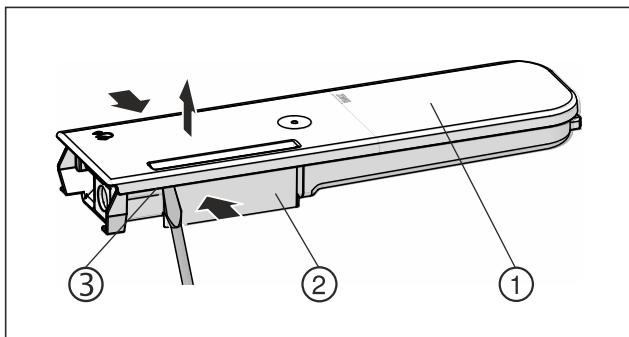

Fig. 165
- Притисніть бак для води Fig. 165 (2), обережно підчепіть і потягніть угору кришку Fig. 165 (1) за допомогою фіксувальних язичків Fig. 165 (3).
- Обережно порухайте кришку Fig. 165 (1) вперед-назад і зніміть її вгору.